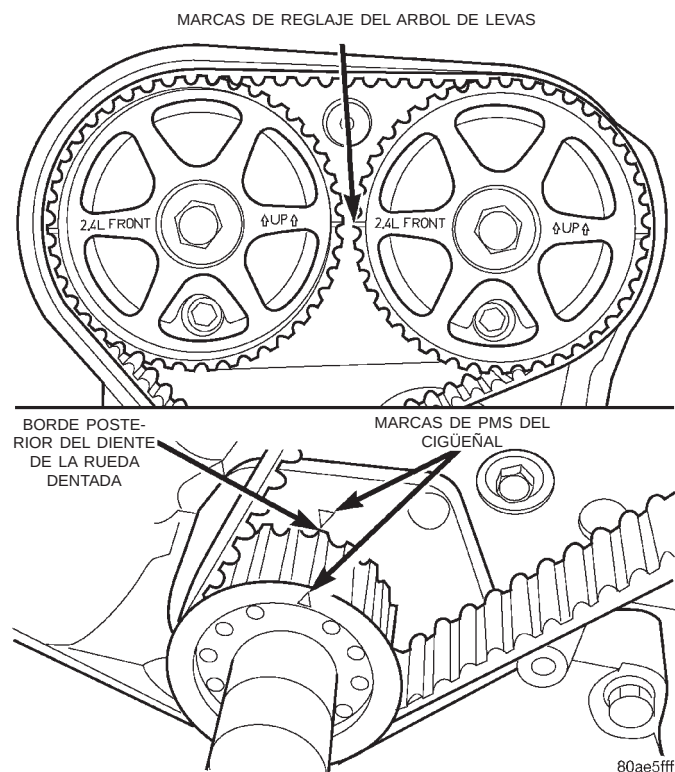

Fig. 59 Sincronización de cigüeñal y árbol de levas
(9) Antes de desmontar la correa de distribución, haga girar el cigüeñal hasta que la marca del PMS sobre el cuerpo de la bomba de aceite se alinee con la marca de PMS sobre la rueda dentada del cigüeñal (borde posterior del diente de la rueda dentada) (Fig. 59).